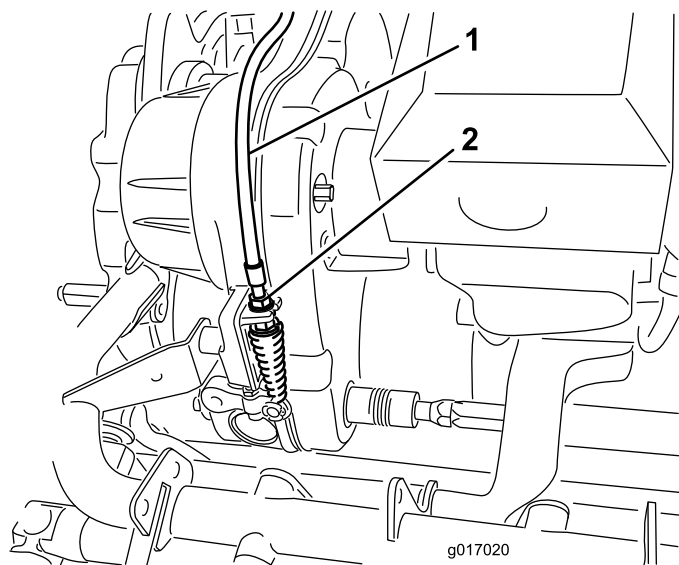

Figura 47
2. Sulla paratia di trasmissione, regolate il cavo di comando del cilindro (Figura 47) in modo da raggiungere la lunghezza della molla di 70,6-72,4 mm.